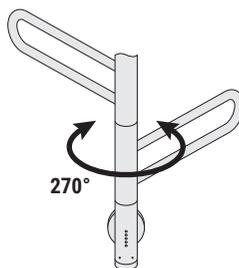

Рис.8
**ВНИМАНИЕ!** Максимальный угол поворота всех составных элементов изделия относительно нижнего узла не более 270 градусов (рис. 8).